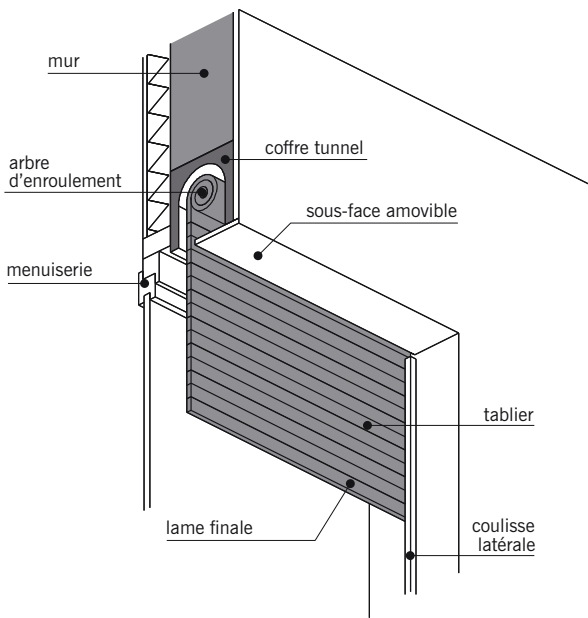

fig. 11.64
- Le **coffre tunnel** posé dans l'épaisseur du mur, sans débord intérieur ou extérieur (fig. 11.64 et 11.65). Mis en place lors des travaux de maçonnerie, il peut être en fibres de bois agglomérés au ciment ou en terre cuite.